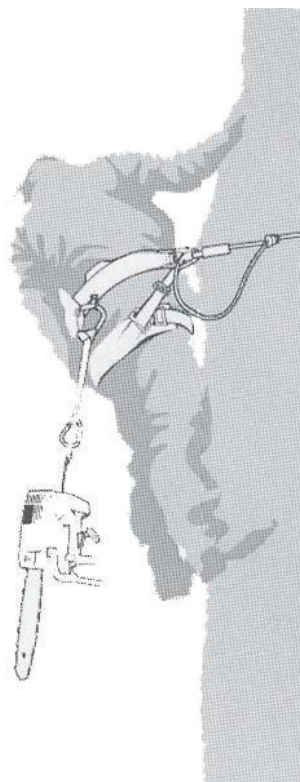

Abbildung A.2 – Beispiel für die Befestigung einer Baumpflege-Kettensäge am mittleren hinteren Befestigungspunkt am Gurtzeug
- f) Die Kettensäge sollte nur an den empfohlenen Befestigungspunkten am Gurtzeug befestigt werden. Diese können sich in der Mitte (vorne oder hinten) oder an den Seiten befinden. Wenn möglich, sollte die Kettensäge an der mittleren hinteren Mitte befestigt werden, um sie frei von Kletterseilen zu halten und ihr Gewicht zentral entlang der Wirbelsäule des Bedieners zu tragen. Siehe Abbildung A.2.